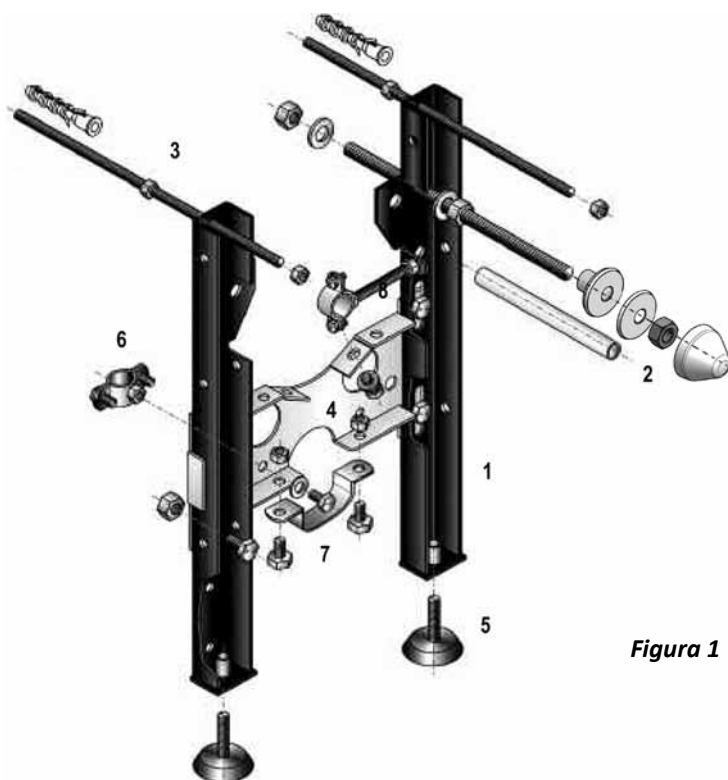

Figura 1
- A** I collari sono posizionati mediante barre filettate ancorate ai montanti laterali - vedi figura 1.